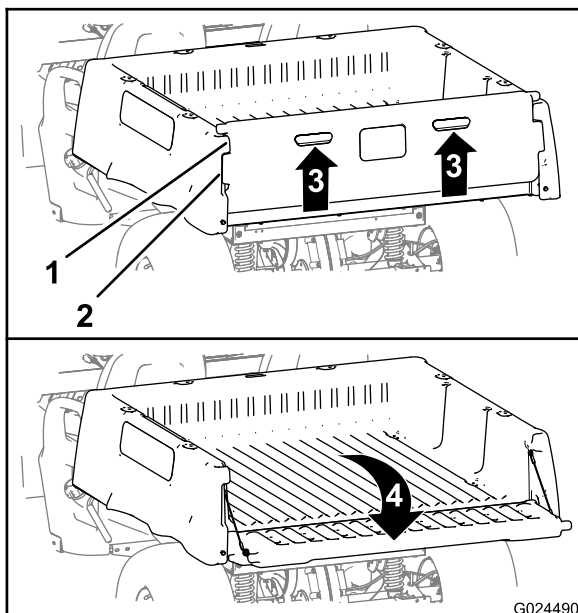

Figura 16
2. Eleve nos locais indicados no painel traseiro da porta traseira (Figura 16).
6. Rode a porta traseira para cima e para a frente até as flanges de bloqueio estarem justas ao espaço da porta na plataforma de carga (Figura 16).
7. Desça a porta traseira até ficar assente na parte de trás da plataforma de carga (Figura 16).